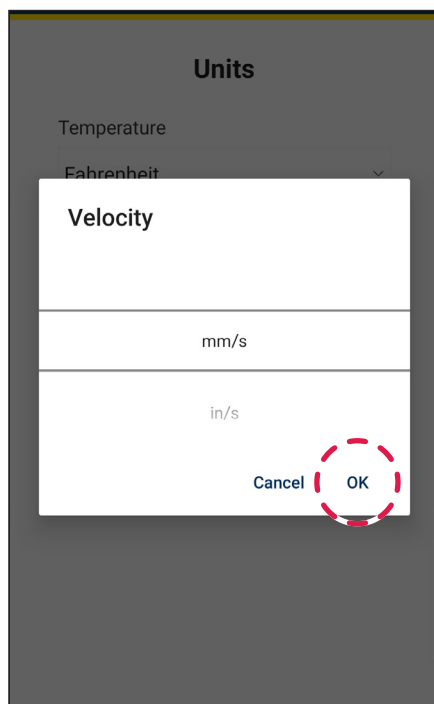

Abbildung 32
4. Wählen Sie **OK** aus (siehe Abbildung 32).